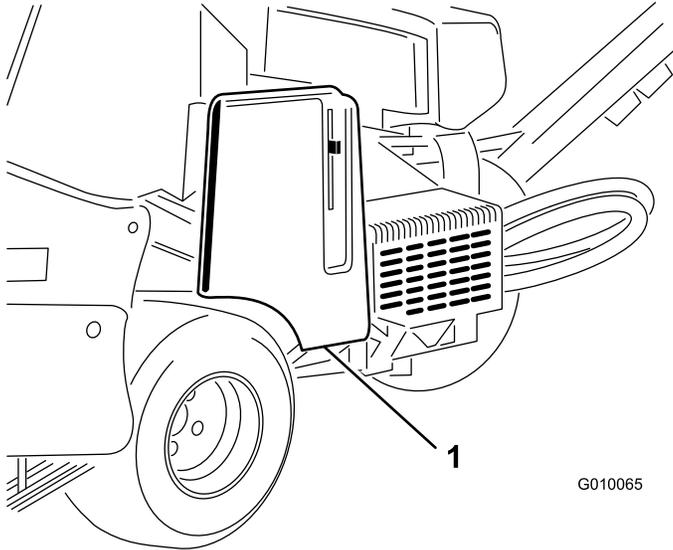

図 57
2. ベルトカバーのラッチを外し、カバーを取り外す 図 57。